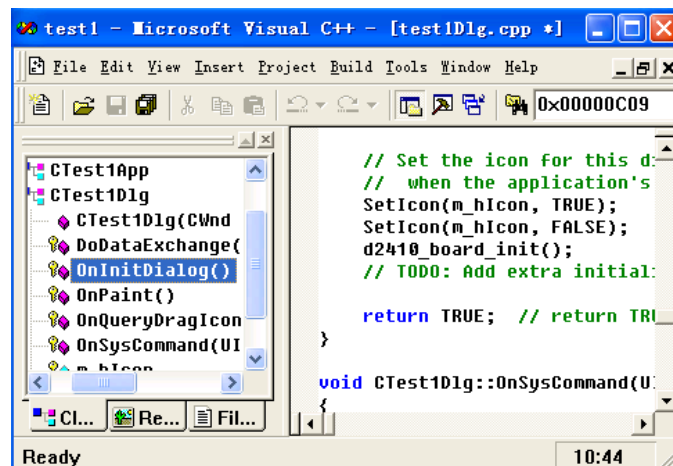

图 7-10 程序增加初始化函数
(11) 在 CTest1Dlg::OnInitDialog()函数中添加代码: d5480_board_init();如图 7-10: